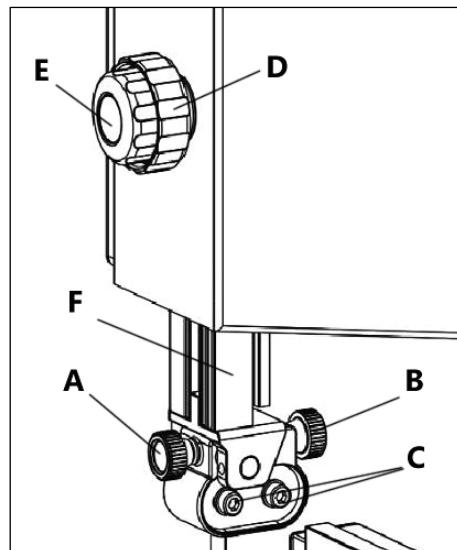

Рисунок 12.
- Установите верхнюю направляющую пильного полотна с помощью ручки регулировки D (рис. 12) на нужную высоту, ослабив фиксирующую ручку Е. После регулировки обязательно затяните ручку фиксации Е.